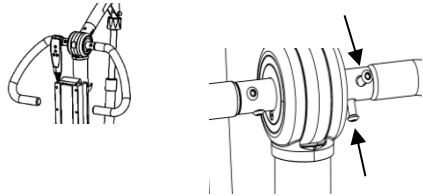

Fig. 1.6E
4. Monter håndtagene på masten ved at skrue skrueene i med en unbrakonøgle (Fig. 1.6E)